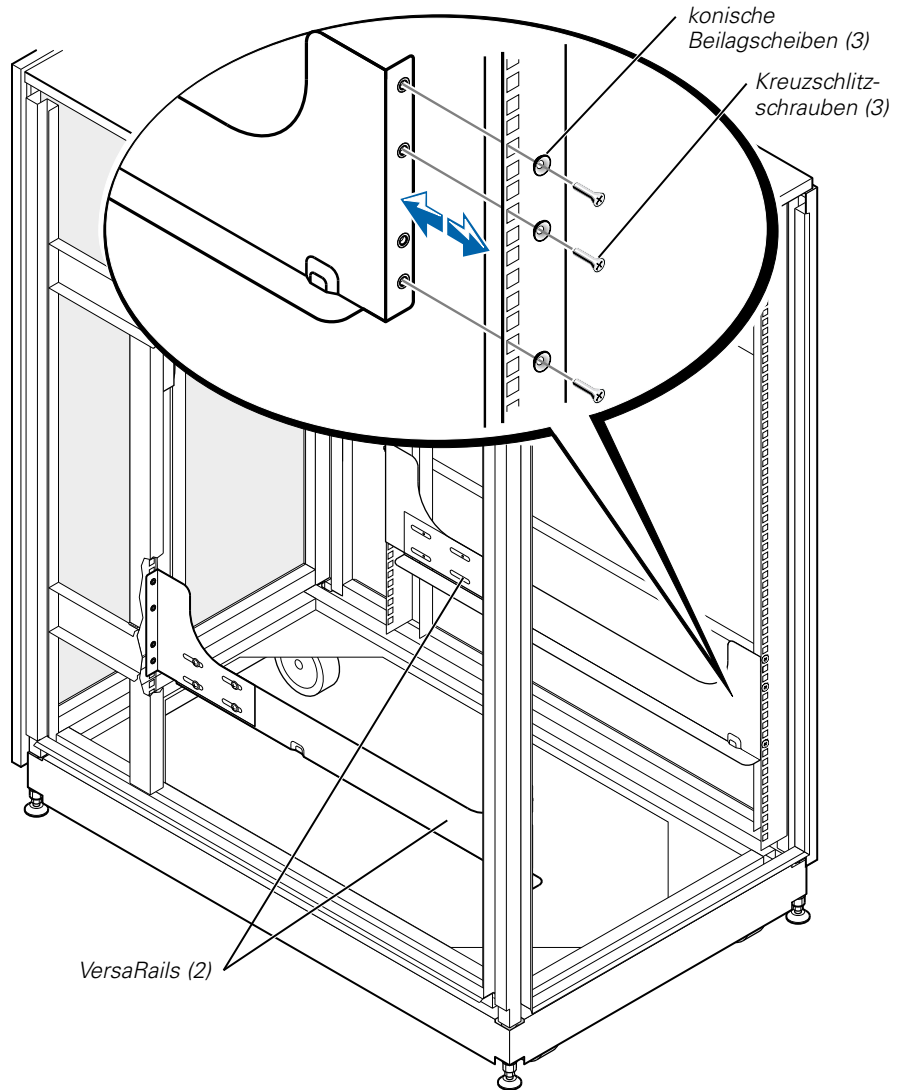

Abbildung 3-3. Installation der VersaRails
4. Befestigen Sie die Vorderseite des VersaRails mithilfe von drei Kreuzschlitzschrauben und drei konischen Beilagscheiben am Rack (siehe Abbildung 3-3).